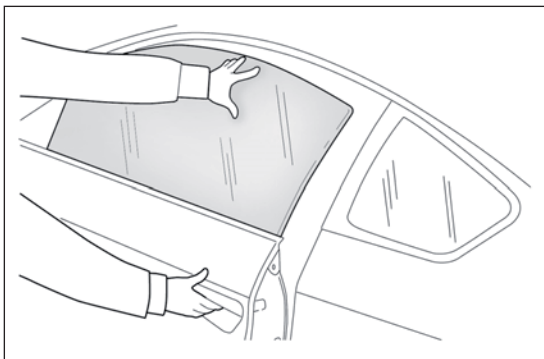

РИС. 60
**ПРЕДУПРЕЖДЕНИЕ** Если при включенном механизме централизованной блокировки дверей потянуть за внутреннюю ручку для открытия одной из дверей, то происходит выключение механизма закрытия всех дверей. В случае отсутствия подачи электроснабжения (перегорел предохранитель, отсоединена аккумуляторная батарея и проч.) возможность вручную включить блокировку дверей сохраняется. Поскольку в таком случае автоматическое опускание окон невозможно, чтобы открыть или закрыть дверь с поднятым окном, нажмите на стекло внутрь автомобиля (см. РИС. 60), помогая ему пройти в облицовку двери.